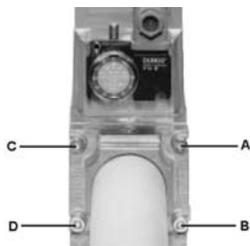

Рис. 10
1. Расслабить винты А и В, но **не снимать** их (Рис. 10 и Рис. 11)
2. Отвинтить винты С и D (Рис. 10 и Рис. 11)